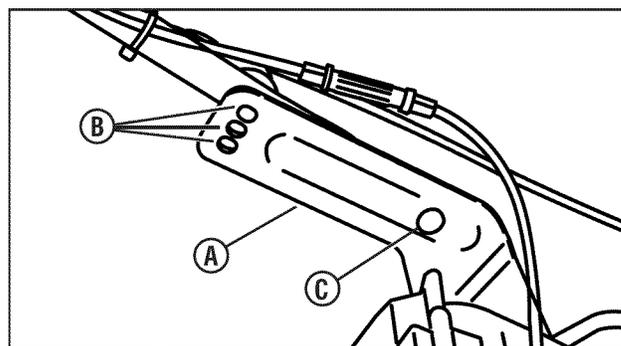

Figura 8: Ajuste de la altura del mango
1. Quite la perilla del manilla, las arandelas y los pernos de transporte del manilla inferior (**A, Figura 8**).